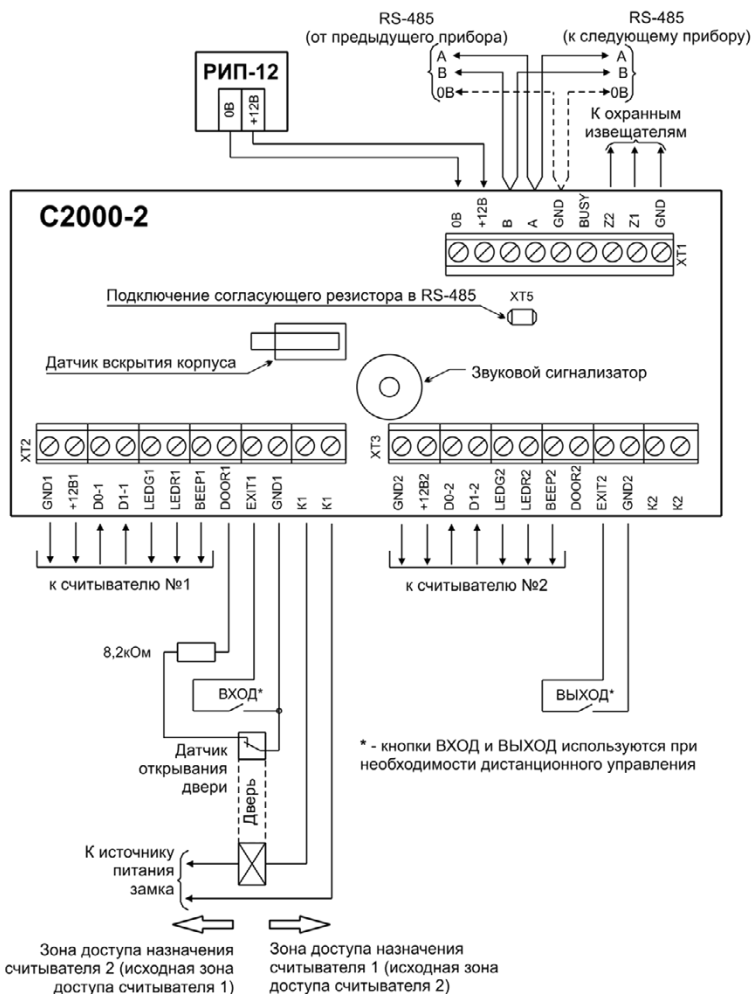

Рисунок 3. Схема подключения контроллера C2000-2 в режиме «Одна дверь на вход/выход»
12. Подключение в режиме «Одна дверь на вход/выход» (Рисунок 3). Подключите цепи управления замком и датчик прохода к контактам контроллера, обозначение которых заканчивается цифрой 1.